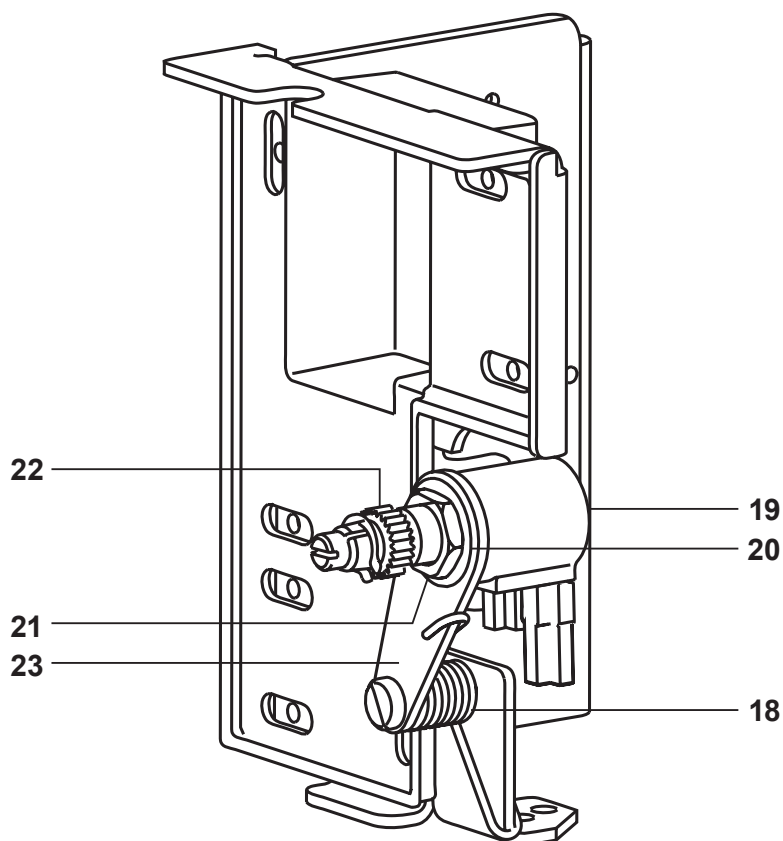

図12.
- 図12で示したように、スプリング (18) をハウジング・ブラケットに差込みます。